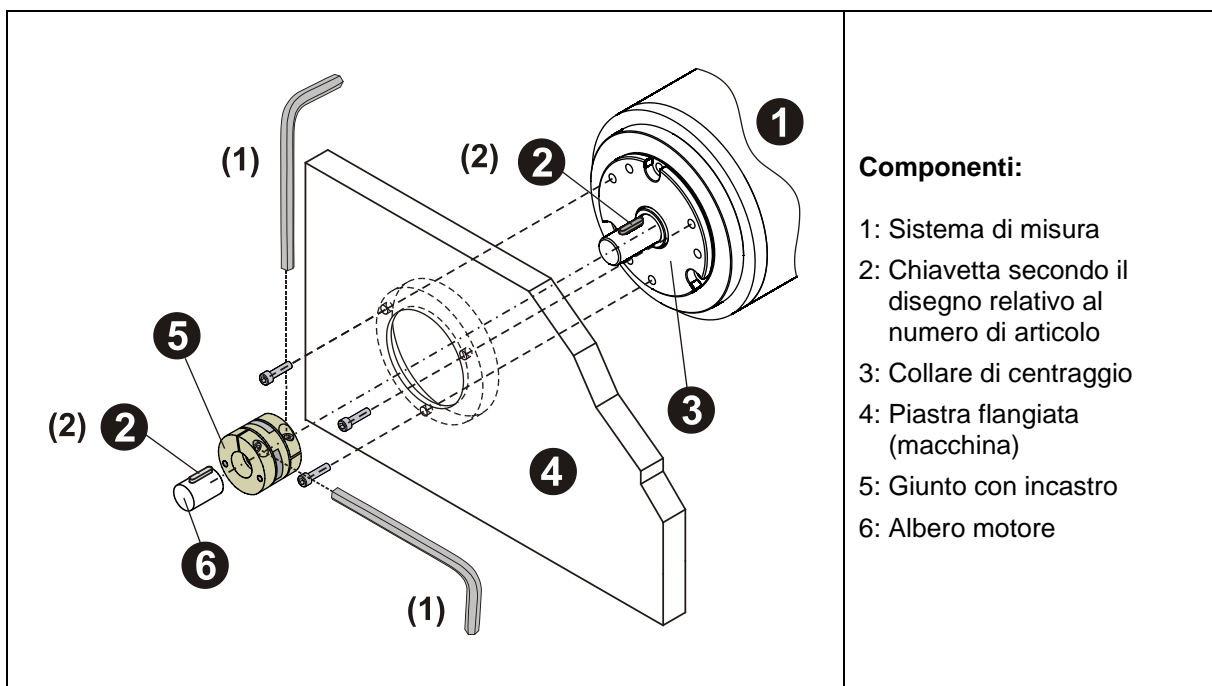

Figura 6: Montaggio della flangia, diagramma schematico
- Lo slittamento assiale del sistema di misura sull'albero motore deve essere impedito fissando il giunto, vedere il cap.: 5.1.2 Figura 6, (1).
- Lo spostamento radiale (scorrimento) del sistema di misura sull'albero motore deve essere impedito mediante un accoppiamento geometrico mediante una combinazione di chiavetta/incastro (cap.: 5.1.2 Figura 6, (2)); a questo scopo deve essere utilizzato un giunto con incastro.